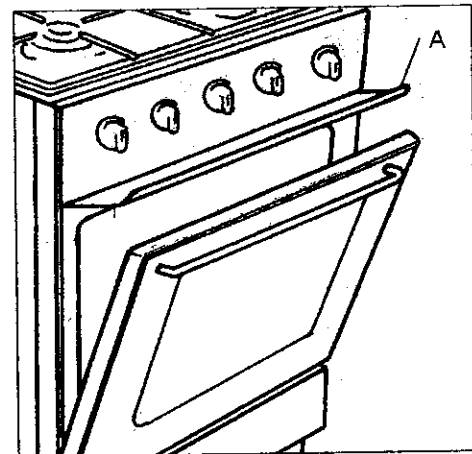

fig. 6
1. Ouvrez la porte du four et mettez le déflecteur « A » en place (fig. 6).